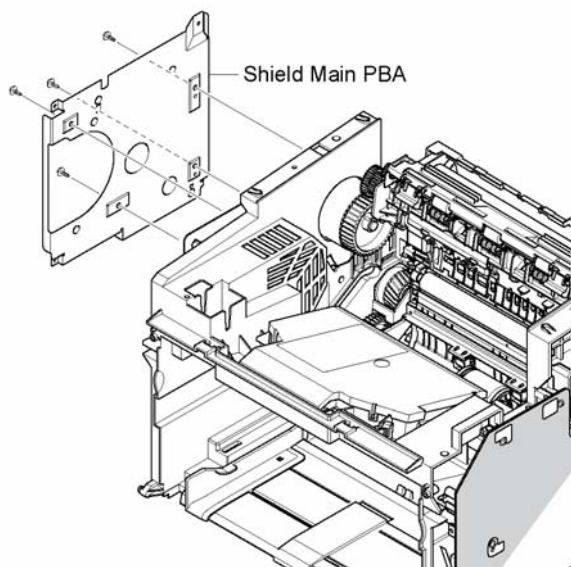

Рисунок 3
5. Выкрутите 4 винта, крепящих экран главной платы, и снимите его, рисунок 3.